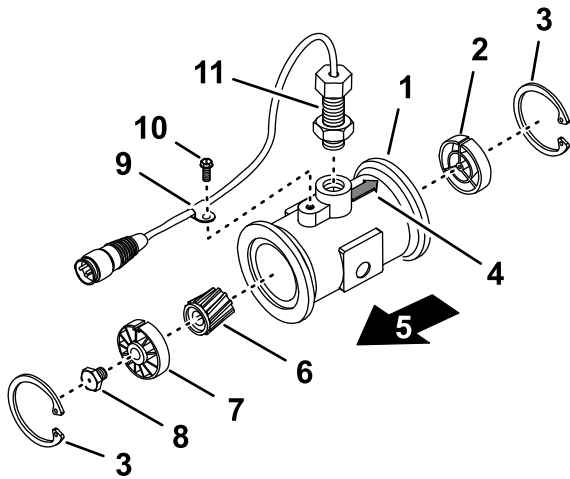

Figura 121
3. Retire el anillo de sujeción del lado “aguas arriba” (Figura 121).